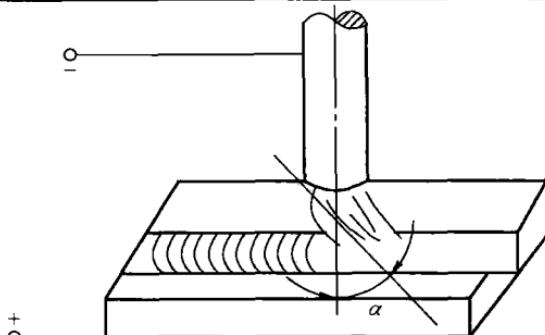

图 1-5 电弧的偏吹
**说明：**在焊接过程中，常发生弧柱的轴线偏离电极轴线的现象，这种现象称为电弧的偏吹，如图 1-5 所示。电弧的偏吹常造成电弧燃烧不稳定，焊缝成形变坏，严重时甚至使焊接无法进行。